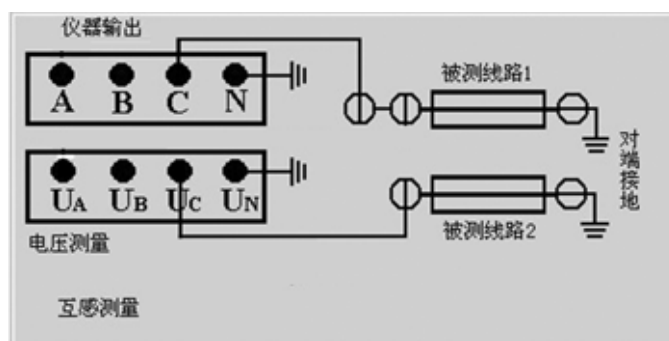

图 5-5 互感测试接线示意图
测试两条输电线路间的互感时，被测线路测量端和对端三相分别短接，对端接大地，将仪器输出 C 和电压测量端子 UC 分别接入被测线路 1 的测试引下线，被测线路 2 的测量端引下线接入面板互感测量端子 UH (UC)，端子 UL (UN) 接大地，如图 5-5 所示。